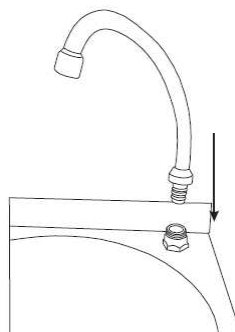

Abb. 1
- Befestigen Sie die mitgelieferte Schwenkarmatur an der Vorrichtung am Handwaschbecken (Abb. 1).